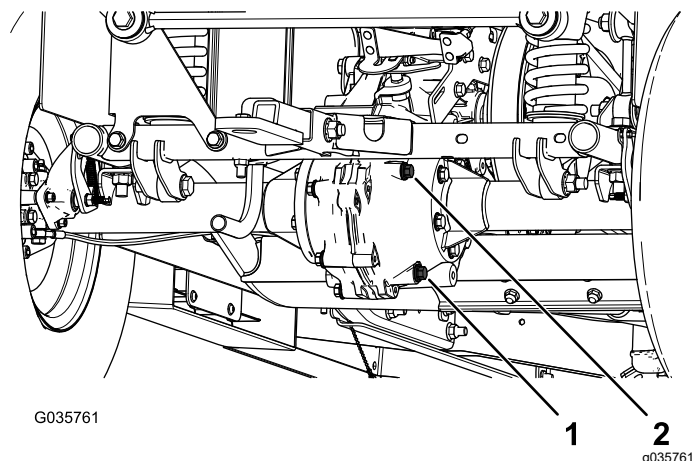

図 59
- トランスアクスルについている補給プラグを外す 図 59。
- オイルの量が少ない場合は、補給プラグを取り、穴からあふれ出てくるまで所定のオイルを補給する 図 59。
- ドレンプラグの下にオイルを受ける容器をおく 図 59。
- トランスアクスルについている補給プラグとシールを外す 図 59。
- ドレンプラグとシールを外してオイルが完全に抜けるのを待つ 図 59。